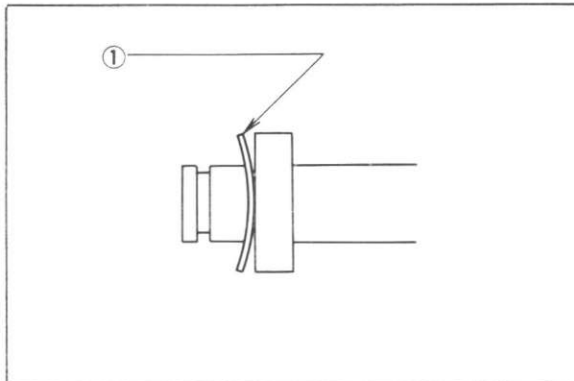

Fig. 44
- (b) Install the spacer. Be sure that the spacer is positional correctly. (Fig. 44)
- (b) Installer l'entretoise. Veiller à ce que sa position soit correcte. (Fig. 44)
- (b) Abstandsring aufchieben. Es ist darauf zu achten, daß der Ring zur richtigen Seite hin gewölbt ist. (Abb. 44)